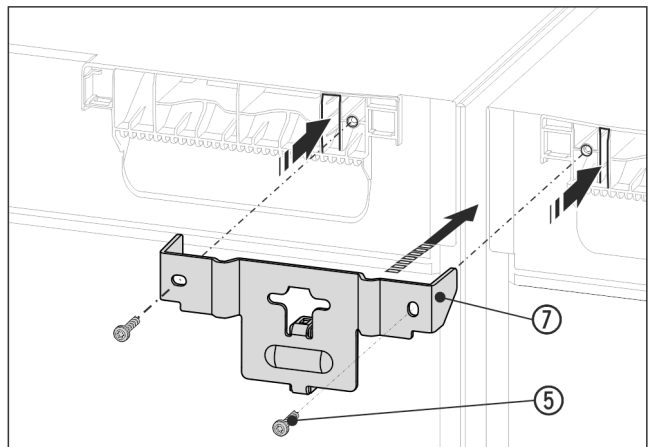

Fig. 15 Illustrationen är ett exempel
- Tryck in vinkel Fig. 15 (7) och distansstycke mellan apparaterna och mot flikarna i apparaternas tak. Dra fast med två skruvar Fig. 15 (5).